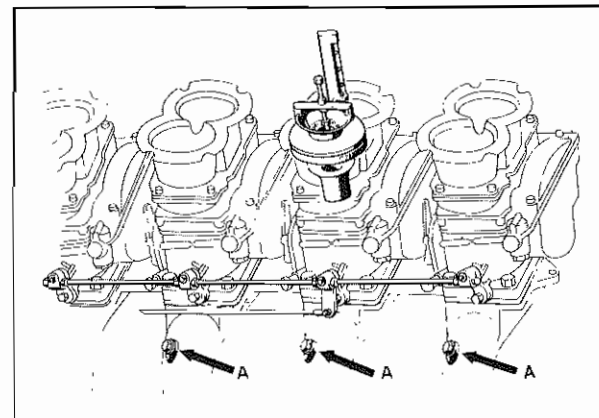

Fig. 19 - A - Tappi filettati
- 1) Sostituire i tappi filettati A (**Fig. 19**) con i raccordi dei vacuometri, collegando i condotti di destra con la cassetta sul parafrangente sinistro e viceversa, in modo tale che i due condotti del primo carburatore siano controllati dai due vacuometri contraddistinti col n. 1 e così via.
- 6) Sostituire i raccordi con i tappi filettati (**Fig. 19**).
- 1) Replace threaded plugs A (**Fig. 19**) with the vacuo-meter connections; connect R/H side ducts to the L/H mudguard box and viceversa so that the two ducts of the first carburettor be controlled by the vacuo-meters with No. 1 and so on.
- 6) Replace connections with threaded plugs (**Fig. 19**).